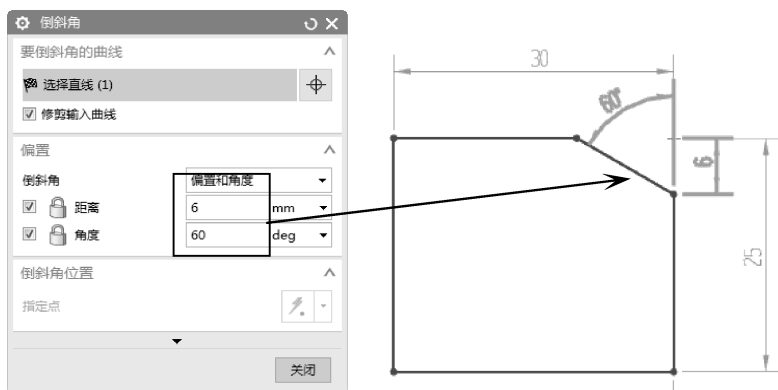

图 2-28 偏置和角度
- 偏置和角度：以一条边为参考，自定义倒角的距离和夹角，如图 2-28 所示。